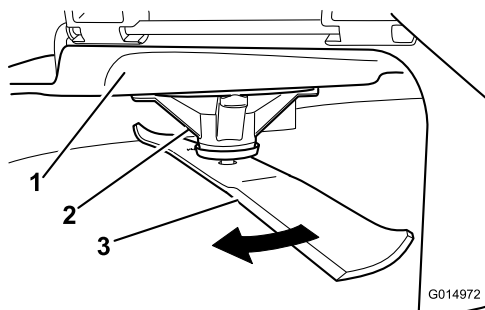

Figure 41
2. Enfilez des gants épais ou utilisez une autre protection adéquate pour les mains, et faites tourner la lame lentement jusqu'à une position permettant de mesurer correctement la distance entre le tranchant et la surface plane sur laquelle se trouve la machine (Figure 41).